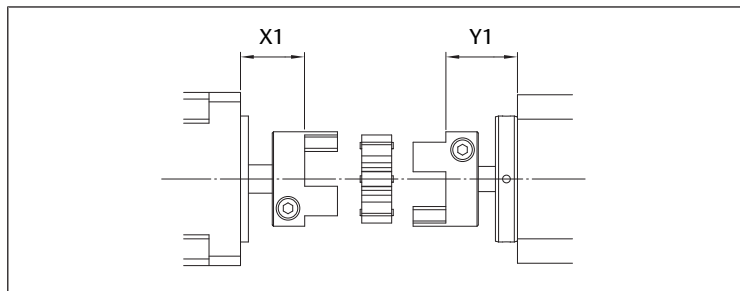

Fig. 12: Indici di posizione per giunto senza fissaggio a piedini
- Per giunto senza fissaggio a piedini. Vedere → Fig. 12 e → Tab. 4.